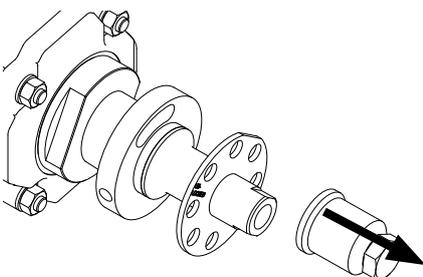

Fig.2-12 Retirez le capuchon antipoussière de l'axe de verrouillage.
- Vous devez d'abord retirer le capuchon antipoussière (→ Fig. 2-12) du dispositif de verrouillage.